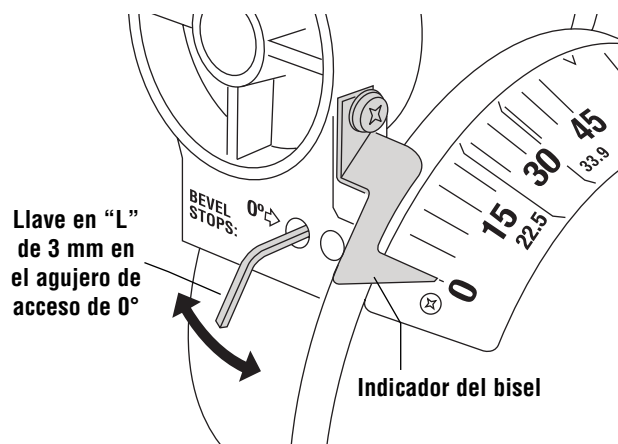

Figura 2b. Calibración de la hoja a 0 grados (en ángulo recto con la mesa)
4. Coloque una llave de Allen de 4 mm en la herramienta multiuso y afloje el tornillo de ajuste "D" al menos 3 vueltas completas (Figura 2b).